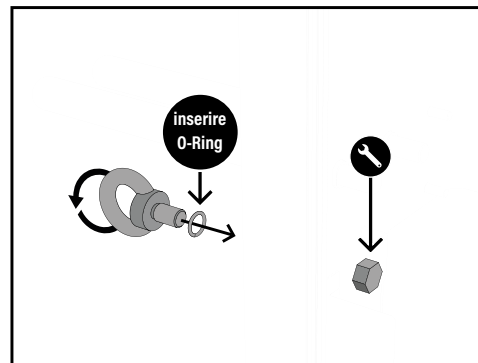

Fig. 14
1. Accedere al vano posteriore, utilizzando una chiave da 24mm, tenere nella posizione indicata nella *Fig. 14* il bullone autobloccante M16 fornito nella documentazione del prodotto e contemporaneamente avvitare dall'esterno il golfare.